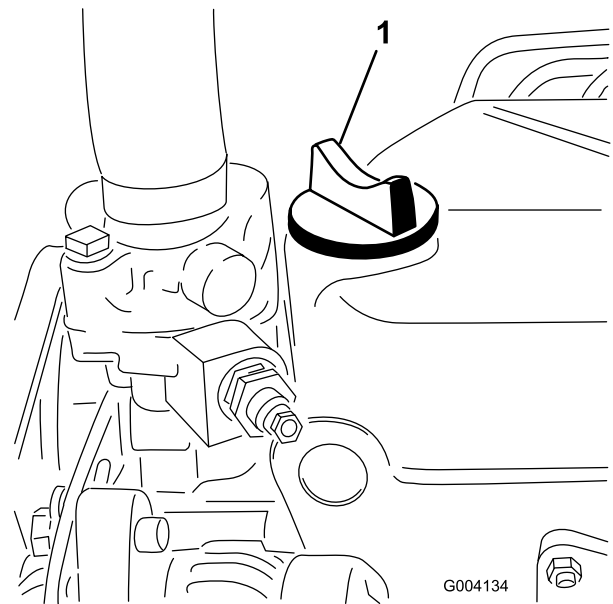

Bild 31
5. Wenn der Ölstand unter der Voll-Marke liegt, nehmen Sie den Fülldeckel ab (Bild 31) und gießen Sie genug Öl ein, um den Ölstand bis zur Voll-Marke anzuheben.